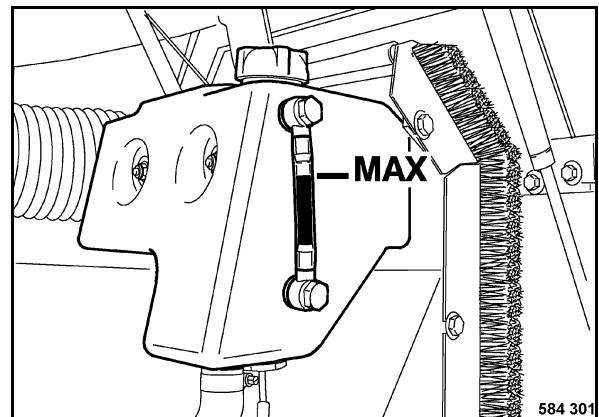

Fig. 180
- Cargar con líquido refrigerante (Fig. 180) hasta la marcación MAX y volver a enroscar la tapa de cierre.